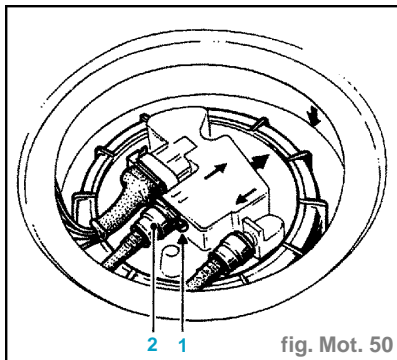

fig. Mot. 50
- Déposer l'agrafe (1) (fig.Mot. 50).
- Débrancher, en utilisant la pince **Mot. 1265**, la canalisation de retour à carburant (2) (repérée par un raccord rapide de couleur rouge).